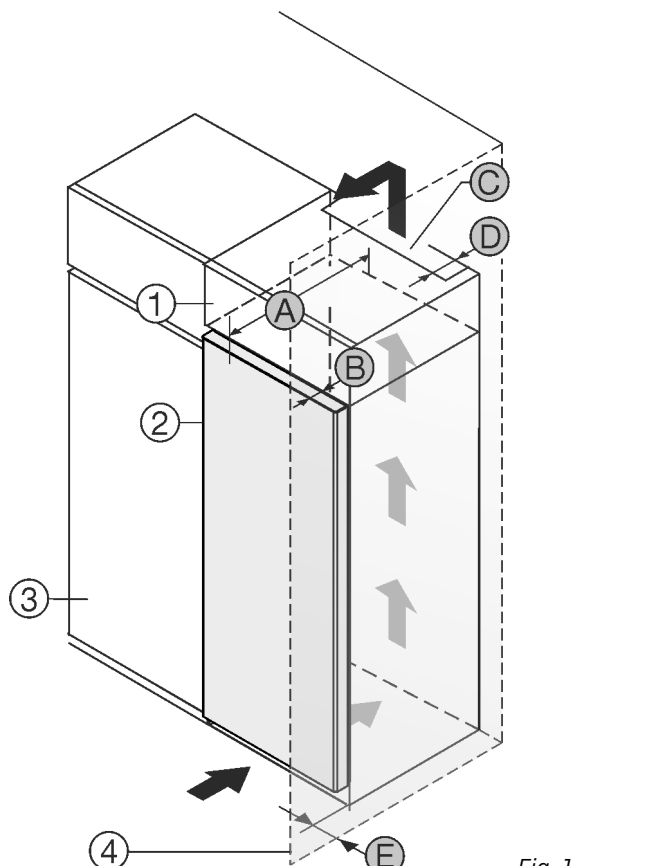

Fig. 1
Příklad nainstalujte přímo vedle kuchyňské skříňky Fig. 1 (3).
Na zadní straně nastavné skříňky musí být větrací šachta hluboká Fig. 1 (7) přes celou šířku nastavné skříňky.
Pod stropem místnosti musí být dodržen ventilační průřez Fig. 1 (7).
Když se přístroj instaluje závěsy vedle stěny Fig. 1 (4), musí být vzdálenost mezi přístrojem a stěnou minimálně 13 mm.
Když se přístroj instaluje závěsy vedle stěny Fig. 1 (4), musí být vzdálenost mezi přístrojem a stěnou minimálně 20 mm.